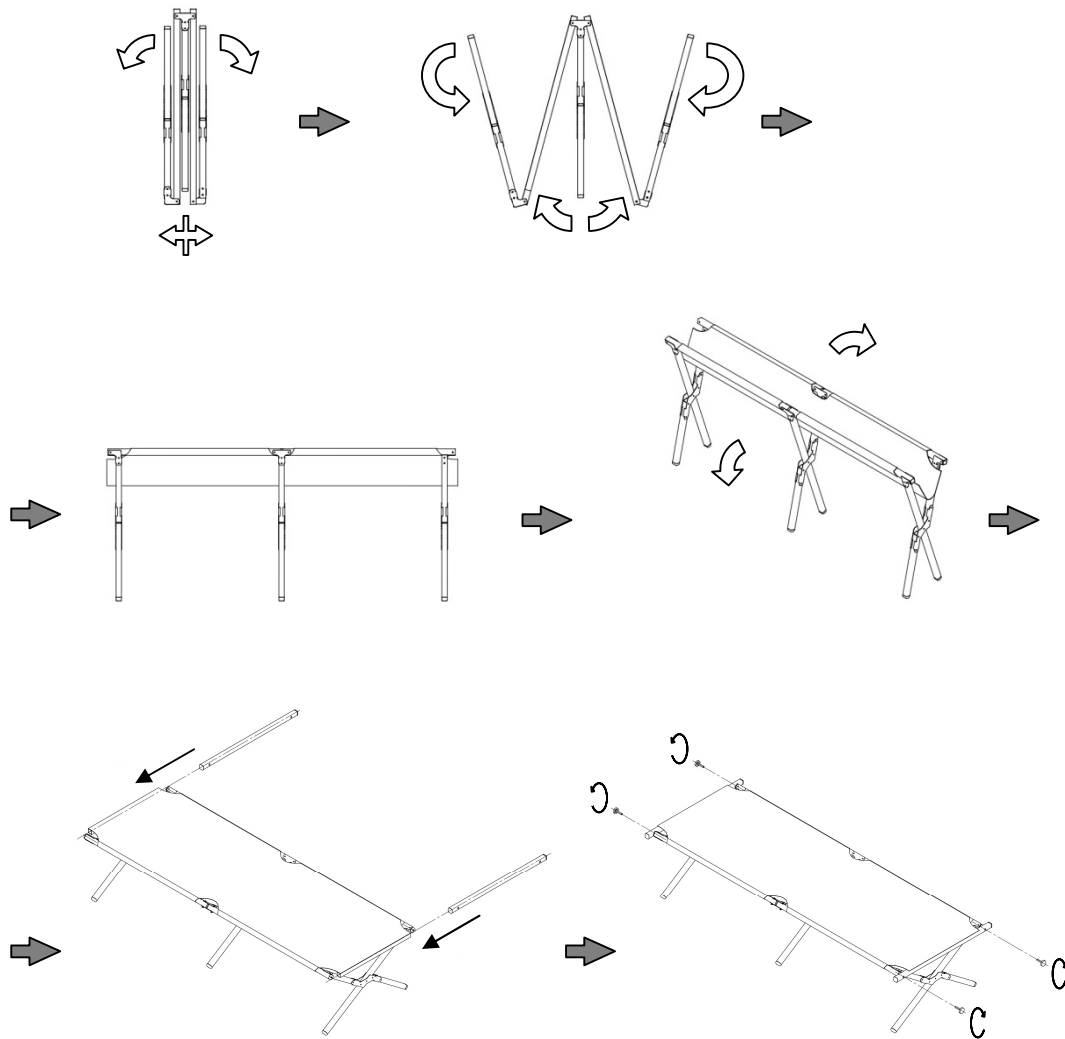

Рис.1 Приведение изделия в рабочее положение.
4.1. Для приведения изделия в рабочее состояние необходимо центральные части развести в стороны до горизонтального положения, а ножки повернуть на 270 градусов вниз, затем развести боковины в стороны до распрямления и натяжения ткани изделия, установить торцевые планки в карманы на торцах полотна и закрепить их винтами-барашками (рис.1). Поставить на горизонтальную поверхность и проверить на устойчивость.